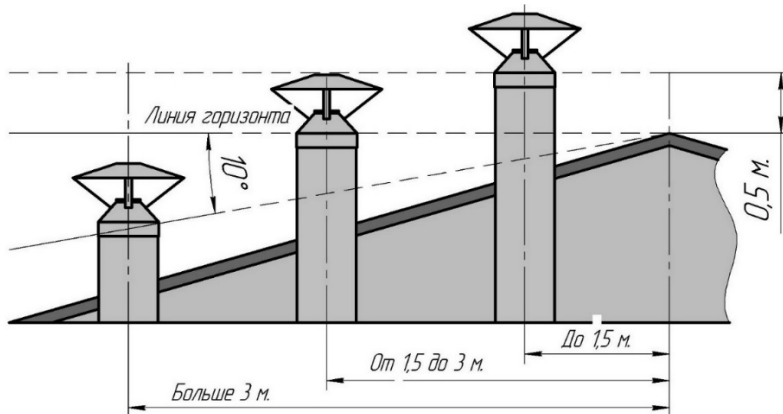

Рисунок 1: Высота дымоходной трубы
- не ниже линии, проведенной от конька под углом 10° к горизонту, при расположении дымовой трубы от конька на расстоянии более 3 м. (рисунок 1)